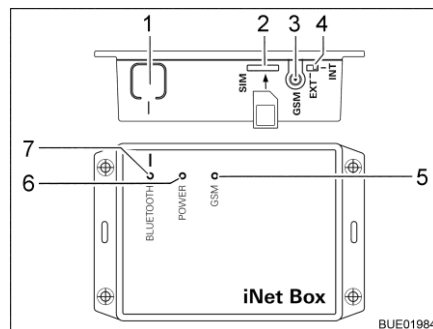

Bild 84 Truma iNet-Box
- Taste BLUETOOTH (Bild 84,1) an der iNet-Box 1 Sekunde lang drücken. Die Truma iNet-Box ist ca. 2 Minuten lang im mobilen Endgerät sichtbar (Name: "Truma iNet-Box"). In diesem Zeitraum blinkt die blaue LED BLUETOOTH (Bild 84,7).
- Mini-SIM-Karte mit eigener Rufnummer und ausreichendem Guthaben vorsichtig wie dargestellt in den Steckplatz (Bild 84,2) der Truma iNet-Box schieben, bis sie einrastet. Die rote LED GSM (Bild 84,5) muss dauerhaft blinken. Wenn die rote LED nach 20 Sekunden erlischt: Mini-SIM-Karte prüfen.